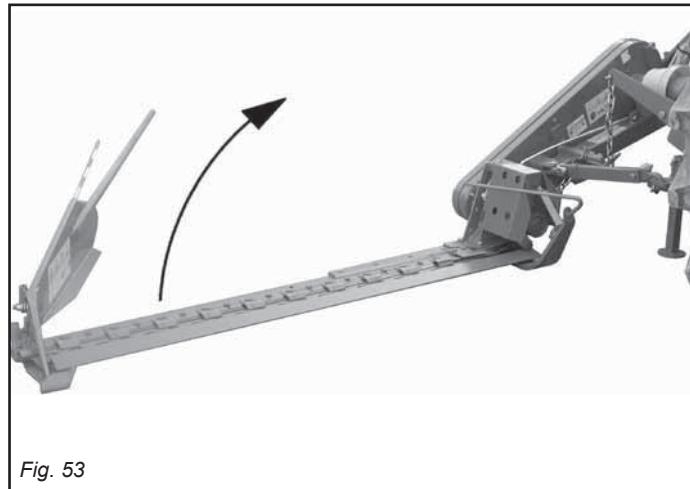

Fig. 53
- Ridicați bara cositoare (Fig. 53).